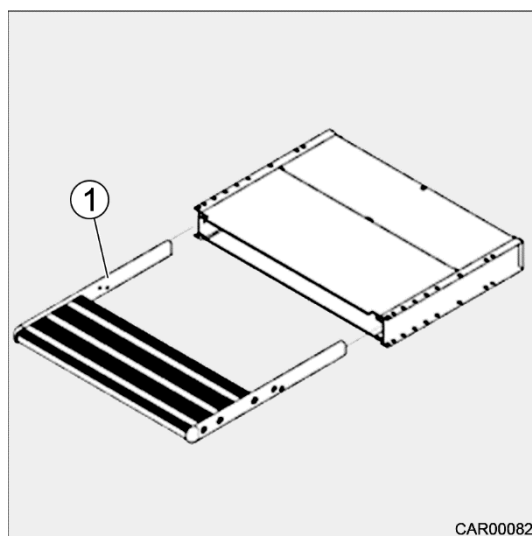

Fig. 11 Déverrouillage de secours
3. Tirer la marche (Fig. 11/1) en dehors.